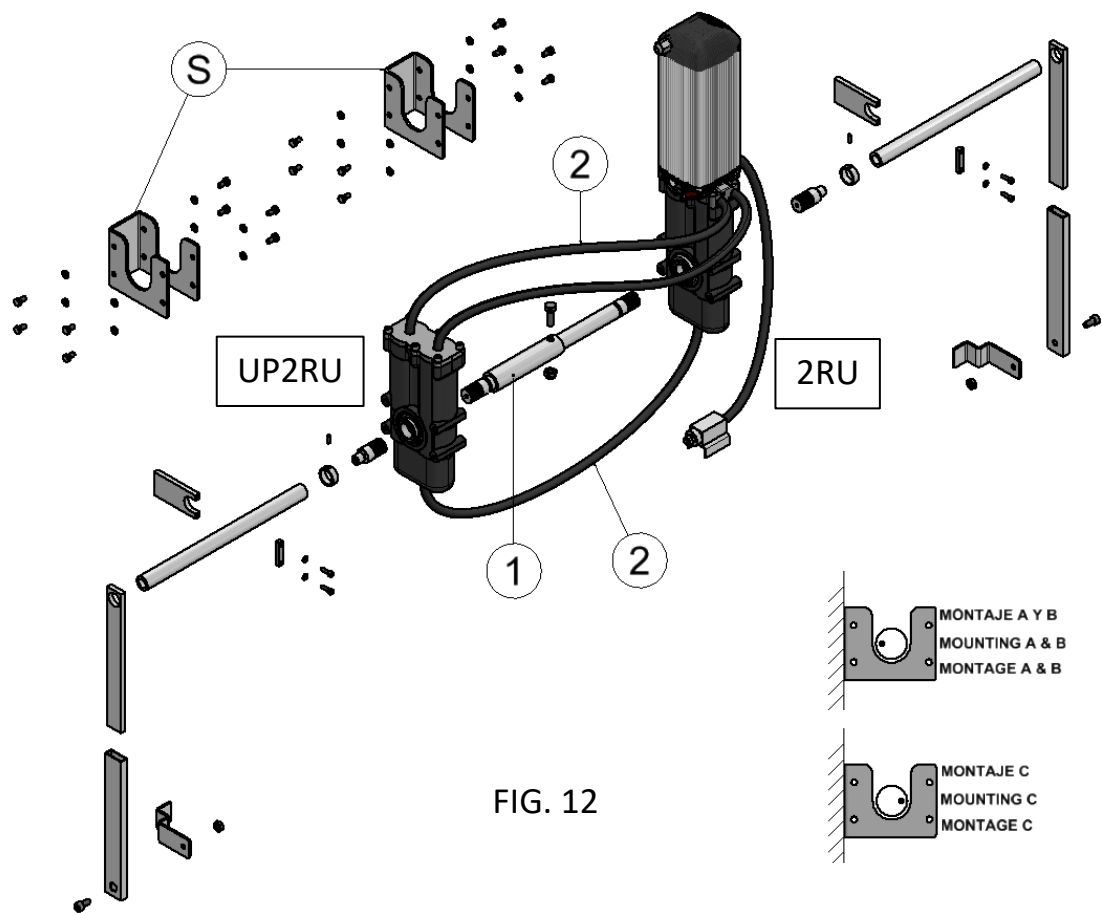

FIG. 12
1. Fix the supports "S" of both units in figure 12 on the door leaf, in the position shown in figures 2, 3, 4 or 5 depending on the type of assembly on page 5. The distance between them is given by coupling "1".
4. Connect the equipments as shown in figure 12, by means of the flexible hoses "2".
1. Fixer les supports "S" des deux dispositifs indiqués dans la figure 12 sur le tablier de la porte dans la position indiquée dans les figures 2, 3, 4 ou 5, selon le type d'installation de la page 5. La distance qui les sépare est donnée par le couplage "1".
4. Raccordez l'équipement comme indiqué sur la figure 12, au moyen des tuyaux flexibles "2".